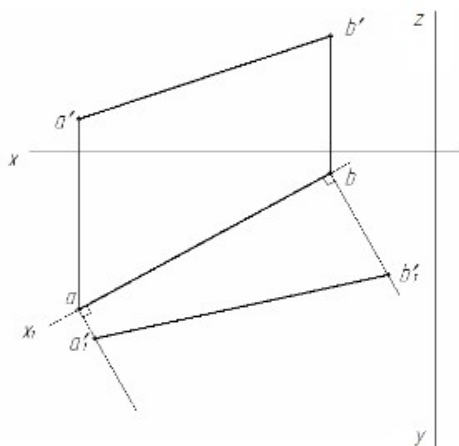

Рисунок 25 – Пример выполнения задания 1
- 2.Построить комплексный чертеж отрезка АВ на горизонтальной и фронтальной плоскости проекций (пример решения задачи см. рис.25);